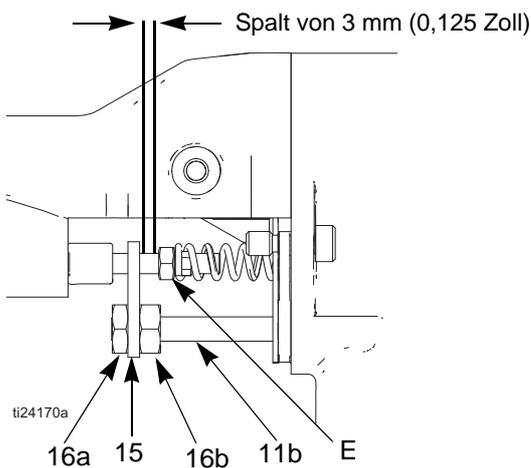

FIG. 33. Stellgliedeinstellung
2. Die Luftkappe ausbauen (siehe Seite 42). Das Pistolenabdeckblech (26) entfernen.
3. Gegenmutter (16), Stellglied (15) und Einstellmutter (16) entfernen. Siehe hierzu FIGURE 33.
Siehe hierzu FIGURE 33.
3. Die Gegenmuttern (16a und 16b) und das Stellglied (15) entfernen. Siehe hierzu FIGURE 33.